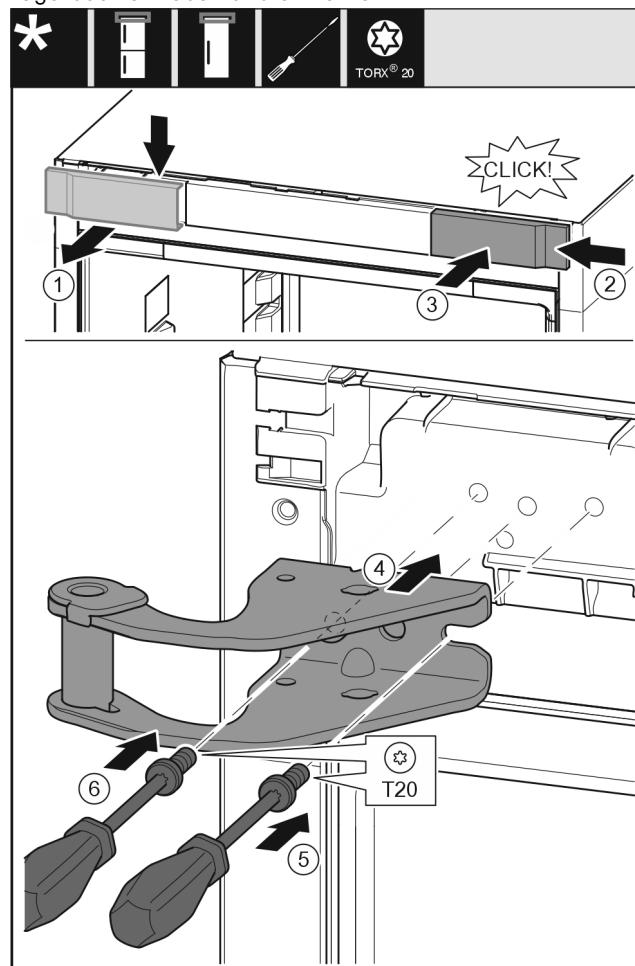

Fig. 7
- Abdeckung von oben nach vorne abnehmen. Fig. 7 (1)
- Abdeckung um 180° gedreht auf der anderen Seite von rechts einhängen. Fig. 7 (2)
- Abdeckung einrasten. Fig. 7 (3)
- Oberen Lagerbock ansetzen. Fig. 7 (4)
- Schraube mit Schraubendreher T20 ansetzen und festdrehen. Fig. 7 (5)
- Schraube mit Schraubendreher T20 einsetzen und festdrehen. Fig. 7 (6)